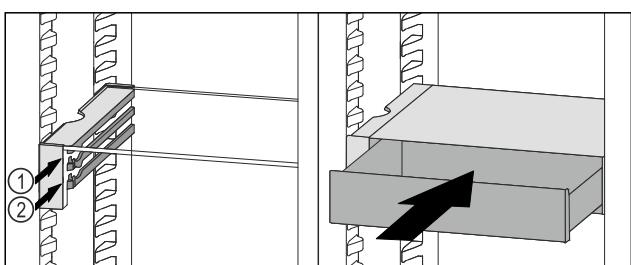

Fig. 38
- Установите выдвижной ящик VarioSafe за стопоры на требуемый выступ Fig. 38 (1) или Fig. 38 (2).